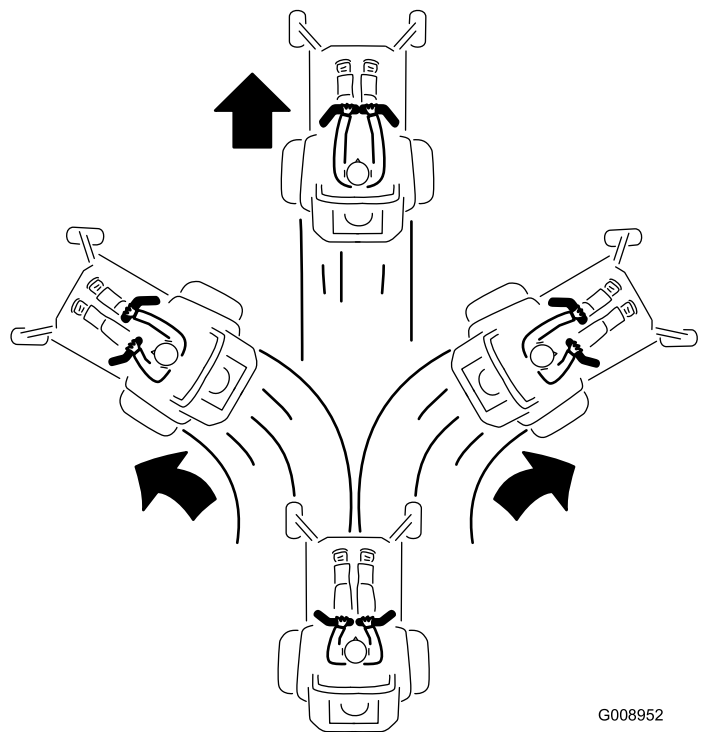

Рисунок 26
3. Для перемещения вперед нажмите на рычаги управления движением вперед (Рисунок 26).